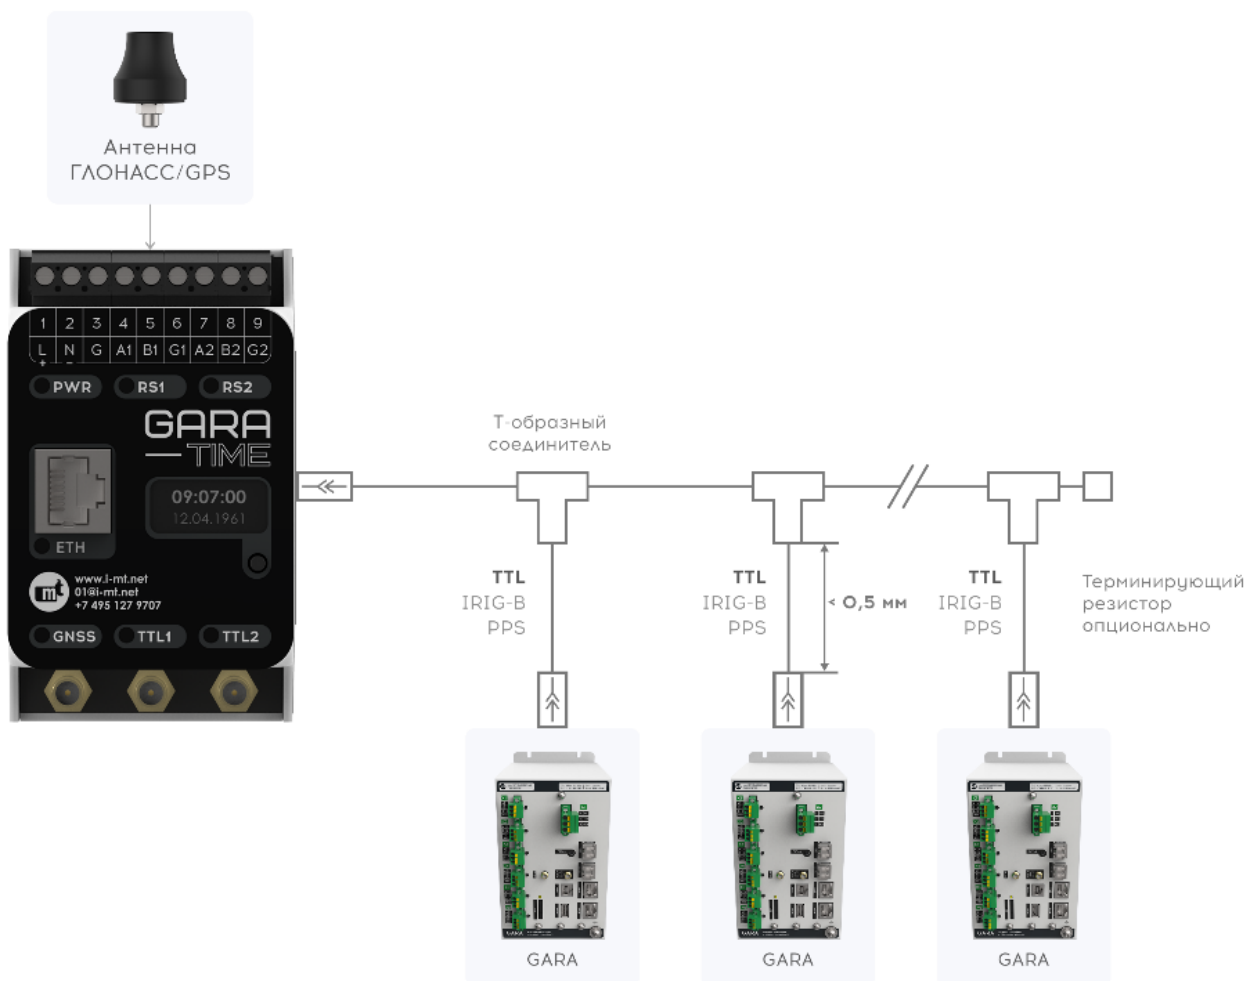

Рисунок 9.3 – Подключение нескольких устройств к одному выходу TTL
- Подключение нескольких устройств к одному выходу TTL следует выполнять по топологии «шина» (рисунок 9.3) через Т-образные соединители.